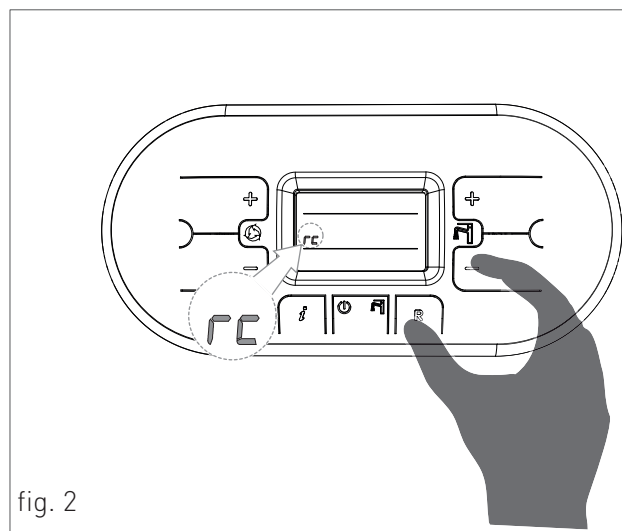

fig. 2
- > Attivare la funzione ricircolo premendo contemporaneamente i tasti **Ⓡ** e **Ⓜ** del pannello comandi (fig.2). L'attivazione della funzione ricircolo è visualizzata nel display del pannello comandi con la comparsa del simbolo 'rc'.